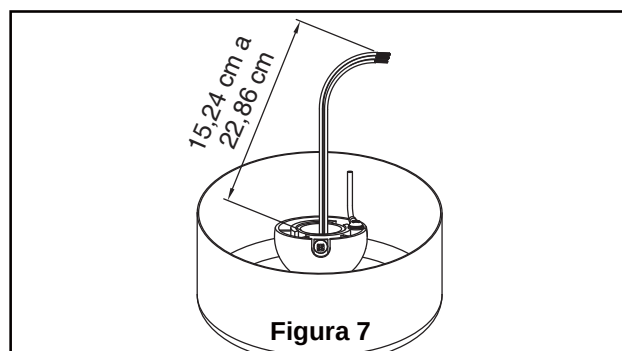

Figura 7
- ☐ 8. Corte el exceso de cable aproximadamente de 15 a 23 cm (6 a 9 pulgadas) por encima de la parte superior del barral. Pele 1,2 cm (1/2") del aislamiento en cada extremo del cable. (Figura 7)